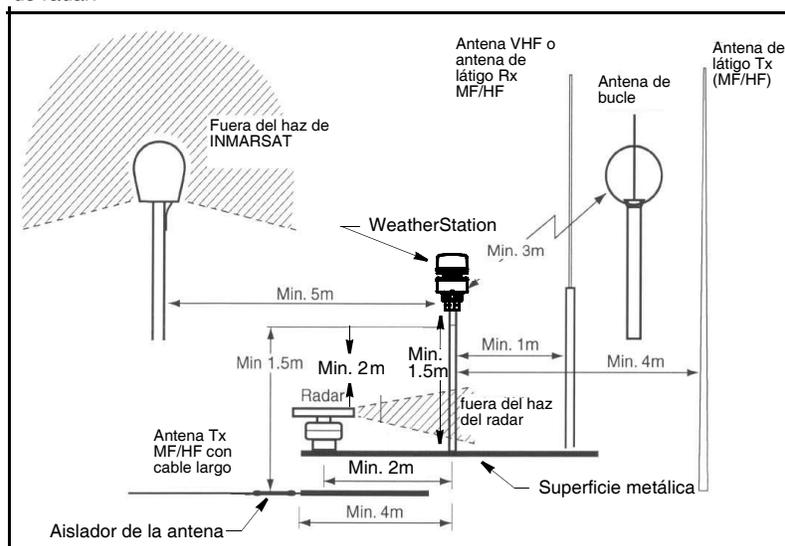

Figura 2. Antenas
- Para prevenir interferencias con el GPS interno (figura 2):